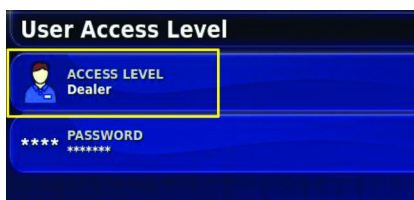

Figura 212
**Nota:** La pantalla de nivel de acceso del usuario muestra el icono CONCESIONARIO (Figura 212).